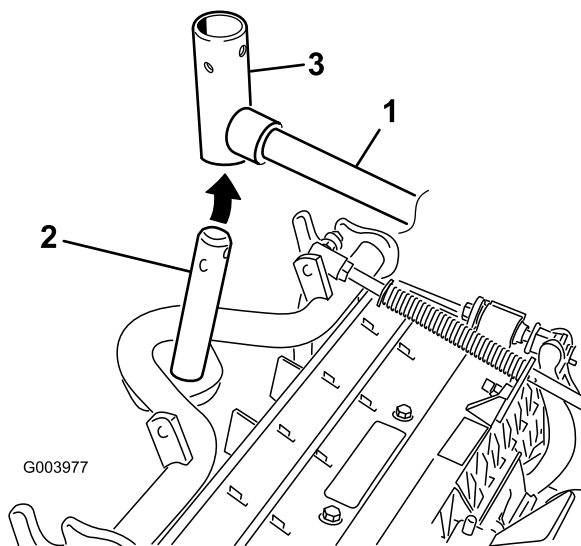

Figura 11
8. Per gli elementi di taglio anteriori, infilate un elemento di taglio sotto il braccio di sollevamento mentre inserite l'albero del telaio portante nella forcella di articolazione del braccio di sollevamento (Figura 11).
B. Inserite la forcella del braccio di sollevamento nell'albero del telaio portante (Figura 11).